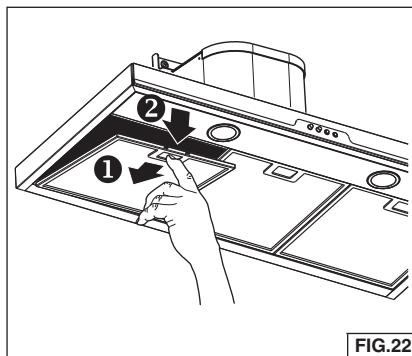

FIG.22
1. Para quitar el filtro de GRASA, empuje la lengüeta de cierre para desacoplar el filtro de la campana. Inclíne el filtro hacia abajo y quítelo. Fig. 22.
2. Para instalar el filtro de GRASA, alinee las lengüetas posteriores del filtro con las ranuras de la campana. Empuje hacia abajo la lengüeta de cierre, presione el filtro en su posición y suelte. Asegúrese de que el filtro esté firmemente acoplado después de su instalación. Fig. 22.